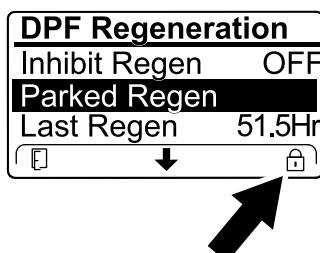

Рисунок 53
- Если компьютер двигателя запрашивает или выполняет восстановительную регенерацию, а вы перейдете вниз к опции PARKED REGEN (Стационарная регенерация), стационарная регенерация будет заблокирована и в нижнем правом углу дисплея инфо-центра появится значок «Замок» (Рисунок 53).